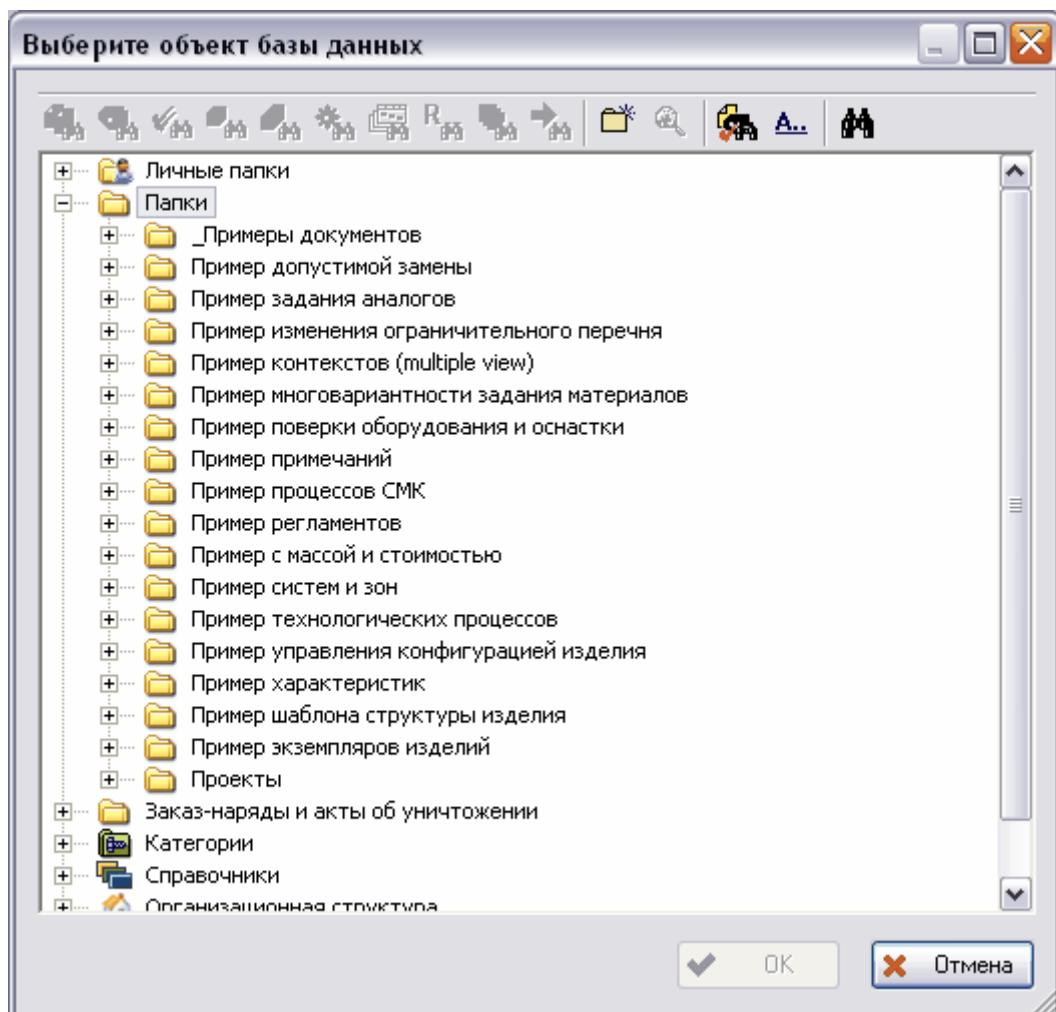

Рис. 26 Выбор объекта БД
- **Рабочие** – объекты, необходимые для выполнения процесса. Для добавления объектов нажмите на кнопку  и в появившемся диалоговом окне **Выберите объект базы данных** выберите объект БД стандартным образом (Рис. 26). Для добавления какого-либо файла с диска в качестве рабочего объекта нажмите на кнопку  и выберите необходимый файл. Для удаления рабочего объекта выделите его и нажмите на кнопку .